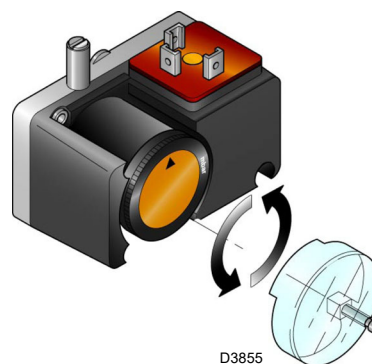

Fig. 31
- Reglați comutatorul de presiune minimă a gazului (Fig. 31 la pag. 36) la începutul scării.
Efectuați reglarea comutatorului de presiune minimă a gazului (Fig. 31) după reglarea arzătorului, a supapelor de gaz și a stabilizatorului de rampă.